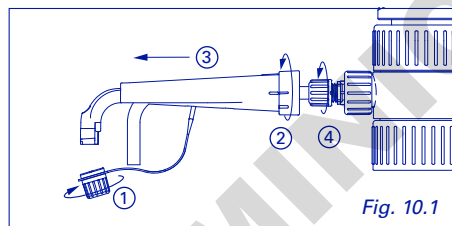
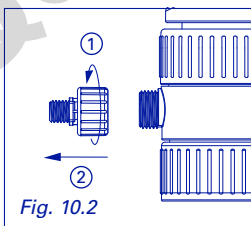
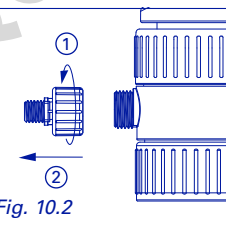

Fig. 10.1
Fig. 10.2
Fig. 10.2
- 1 Remove delivery jet (Fig. 10.1), then delivery jet adapter (Fig. 10.2) and keep for further use
- 1 Ausstossskanüle (Abb. 10.1) und Adapter für Ausstossskanüle (Abb. 10.2) entfernen und für weitere Anwendungen aufbewahren.
- 1 Retirer le bec verseur (Fig. 10.1) puis le raccord de bec (Fig. 10.2), garder pour utilisation future.